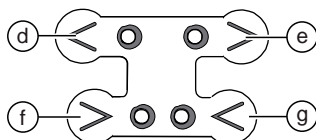

Fig. 3: LED avvicinamento/ritorno e tasti
4. Tenere premuti i tasti fino a che i LED sui tasti di avvicinamento lampeggiano (fig. 3).